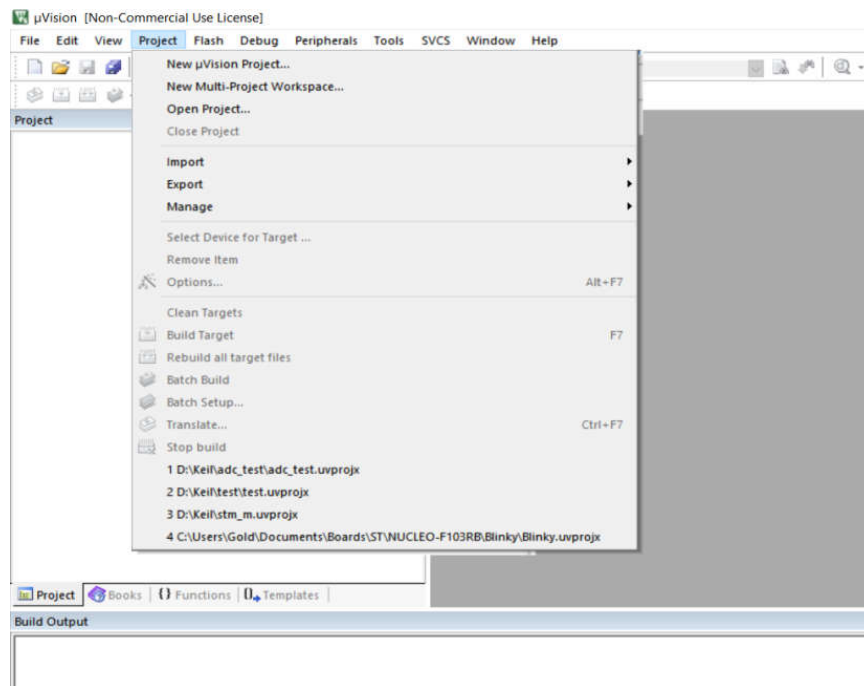

Рис.7
4.2 Создать проект в среде Keil uVision5, для этого необходимо запустить Keil uVision5, выбрать пункт меню «Project - New uVision Project» (рис.7).